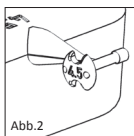

Abb. 2
■ **Abb. 1a, 1b/2** Die Sizer Disk für Total-Prothesen besitzt acht satelitenförmig angebrachte Einzelsizer unterschiedlicher Länge (3,0-7,0 mm) (Abb. 1a, 1b). Auf der Rückseite eines jeden Sizers wird die entsprechende Länge angezeigt (Abb. 2). Die Aussparungen und Bohrungen dienen der Gewichtsreduktion, sowie der besseren Übersicht während des Messvorganges im Mittelohr.